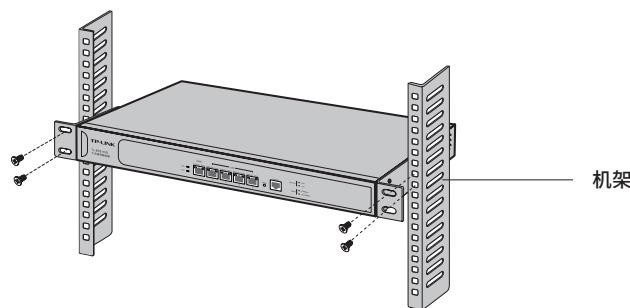

图2-2 机架安装示意图
4. 用螺钉将L型支架固定在机架两端固定的导槽上，确保路由器稳定、水平地安装在机架上，如**图2-2**所示。